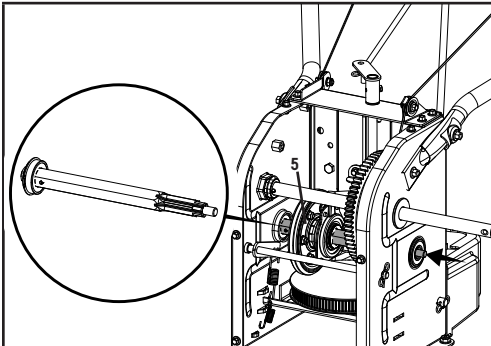

Figure 44
5. Positionnez prudemment l'arbre hexagonal vers le bas et la gauche avant d'enlever l'assemblage du disque d'embrayage (5) de l'arbre en le faisant glisser prudemment. (figure 44).